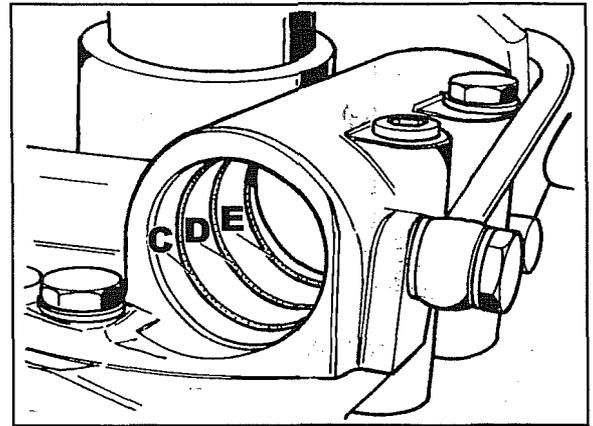

Fig. 81
- Antes del montaje de los nuevos anillos **C-D-E** (fig. 81) controlar que los alojamientos del cilindro no presenten imperfecciones que puedan arruinar los anillos en el montaje o estriados que puedan causar pérdidas de aceite.